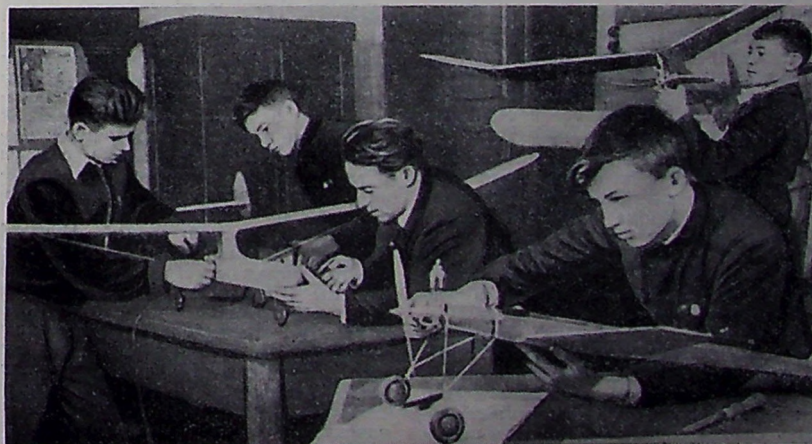

Рис. 3. График для определения скорости полета модели по данным c_y и $\frac{G}{S}$.
В этой формуле $\left(\frac{G}{S}\right)$ — нагрузка на крыло в г/дм^2 . Обычно у летающих моделей c_y бывает в пределах от 0,7 до 1,1. По формуле (11) были произведены расчеты, по которым построен график (рис. 3). Зная нагрузку на крыло $\left(\frac{G}{S}\right)$ в г/дм^2 и коэффициент подъемной силы c_y , можно, пользуясь этим графиком, определить величину скорости полета модели — V в м/сек . На вертикальной оси находим значение коэффициента подъемной силы — c_y . Из точки, соответствующей заданному значению c_y , проводим горизонталь вправо до пересечения с той из кривых, около которой помечена нагрузка на крыло, принятая для нашей модели. Из точки пересечения опускаем перпендикуляр на горизонтальную ось, на которой и находится значение скорости полета модели — V м/сек . На рис. 3 показано в качестве примера определение скорости полета при $c_y = 1,0$ и при нагрузке на крыло $\left(\frac{G}{S}\right) = 15 \text{ г/дм}^2$.
Для уменьшения скорости полета следует уменьшать нагрузку на крыло (см. рис. 3 и формулу (11)). При этом, как мы уже отмечали, будет уменьшаться и скорость снижения. Однако нормы по летающим моделям, утвержденные спортивной комиссией Центрального аэроклуба имени В. П. Чкалова, не допускают нагрузку на суммарную площадь крыла и стабилизатора меньше 12 г/дм^2 , что соответствует нагрузке на крыло примерно 15 г/дм^2 .